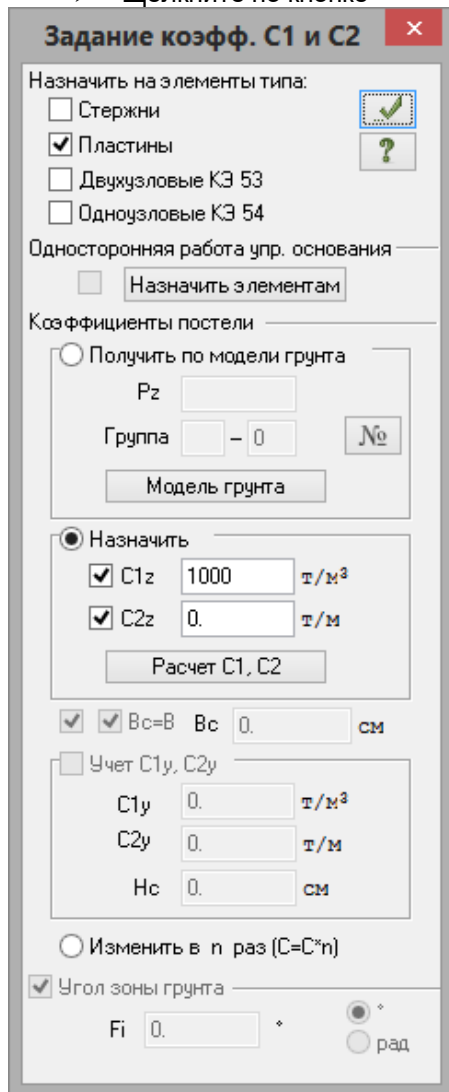

Рис.4.17. Диалоговое окно **Задание коэфф. С1 и С2**
- Щелчком по кнопке  – **Коэффициенты постели С1, С2** (панель **Жесткости и связи** на вкладке **Создание и редактирование**) вызовите диалоговое окно **Задание коэфф. С1 и С2** (рис.4.17).